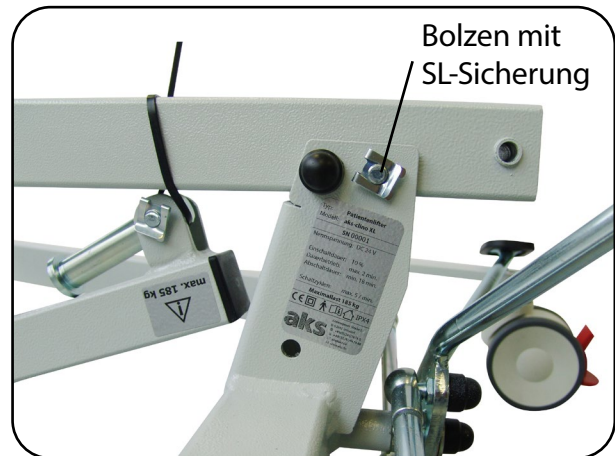

Abb. 6.2.02 - Standmastaufnahme
4. Entfernen Sie die SL-Sicherung und danach den Bolzen aus der Bohrung zur Transportsicherung an der Standmastaufnahme (Abb. 6.2.02).